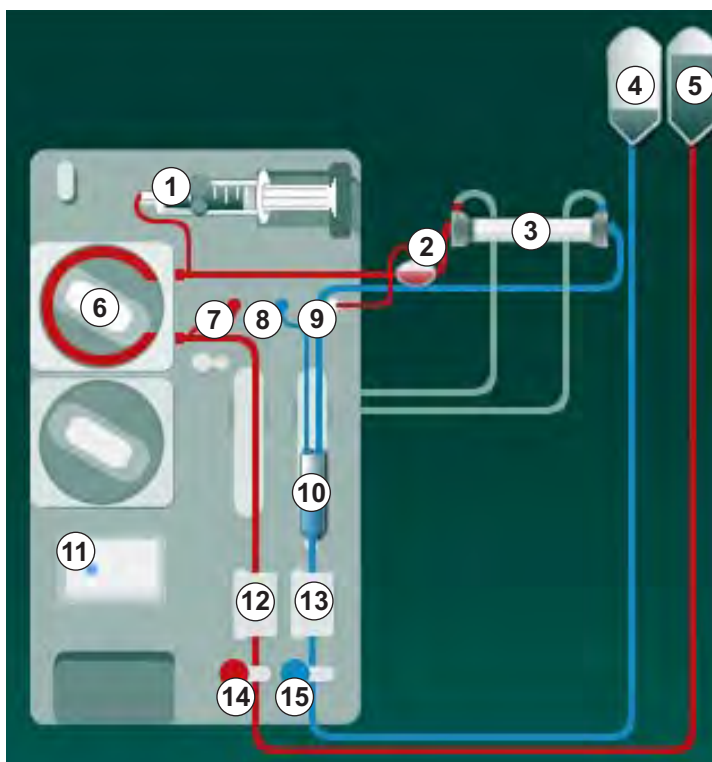

Рис. 5-8 Вставка системы кровопроводящих магистралей для заполнения от мешка к мешку
2. Возьмите муфты диализатора с моста промывки и присоедините к диализатору (Рис. 5-8 Вставка системы кровопроводящих магистралей для заполнения от мешка к мешку (103), ©), когда аппарат выдаст соответствующее указание. Соблюдайте цветовую маркировку: